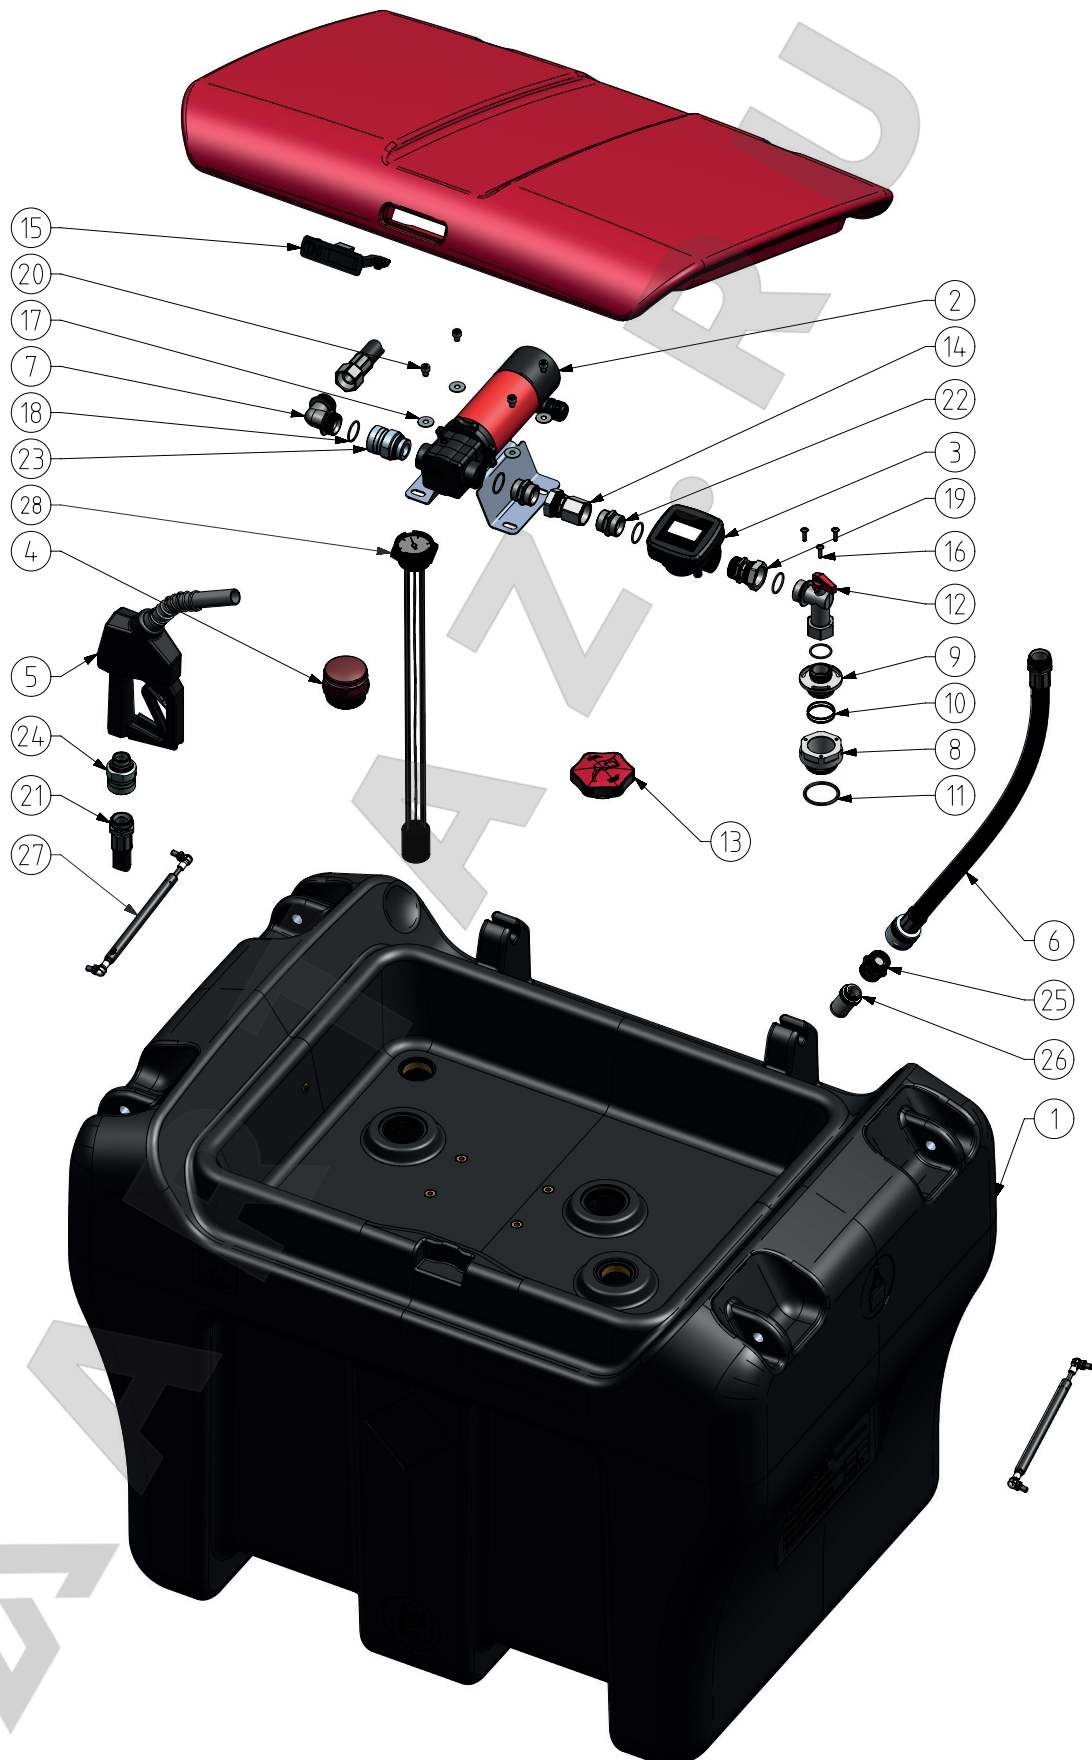

Рис. 18.-1: Взорванный вид mobiMASTER-54 л/мин
- Фильтр на всасывающем шланге (рис. 18.-1; поз. 26) необходимо очистить, если скорость подачи слишком низкая.
- Извлеките заправочный пистолет (Рис. 18.-1; поз. 5) из держателя и вставьте его в заливную горловину автомобиля. Не нажимайте на спусковой крючок, пока насос (а рис. 18.-1; поз. 2) не работает.
- Включите электропитание с помощью переключателя, расположенного на правой стороне дизельного насоса. (Рис. 18.-1; поз. 2)
Таб. 18.-1: Обзор отдельных частей для рис. 18. -1